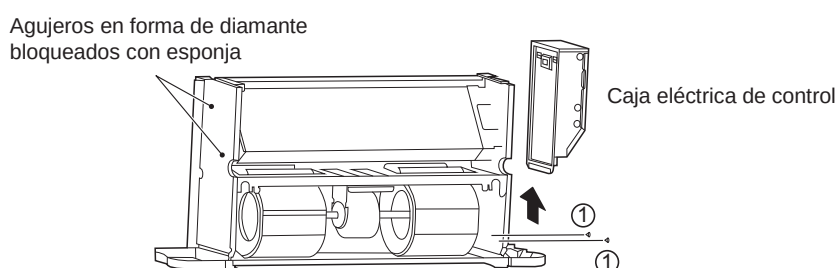

Figura 5-19 Extracción de la caja de control eléctrico y bloqueo de los orificios en forma de diamante
Como se muestra en la Figura 5-19, quite los tornillos ①*2 para sacar el cuadro eléctrico.